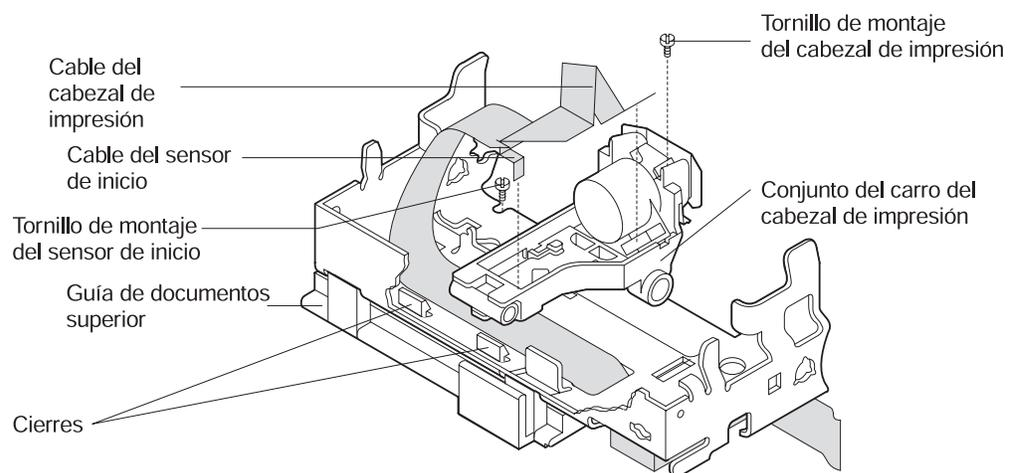

Figura 4-13. Extracción del cable del cabezal de impresión/sensor de inicio
5. Desconecte el cable del sensor de cabezal de impresión/inicio del sensor del cabezal de impresión e inicio. Pase el cable a través de la portadora del cabezal de impresión. Consulte la Figura 4-13 en la página 4-18.
9. Quite los dos tornillos de la **guía de cinta**, gire el rodillo hacia la parte posterior y extraiga la guía de cinta. Consulte la Figura 4-13 en la página 4-18.
8. Levante el bastidor de la impresora hacia arriba y libere los dos pestillos de la parte frontal, que fijan la guía de documentos superior, haciendo presión hacia adelante y hacia abajo con un destornillador para soltar la guía de documentos superior (consulte la Figura 4-13 en la página 4-18).